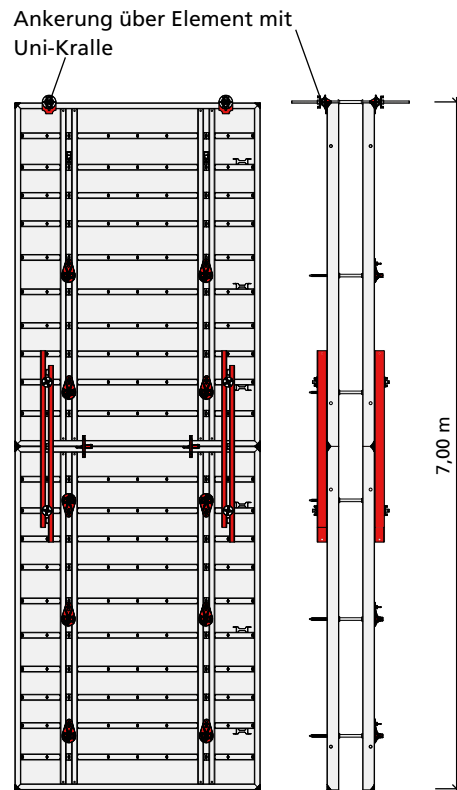

Abb. 69.1
■ Werden zwei Mammut XT-Elemente vertikal auf 7,00 m Höhe aufgestockt, kann die oberste Ankerlage durch die Ankerung mit der Uni-Kralle über dem Element ersetzt werden (Abb. 69.1).